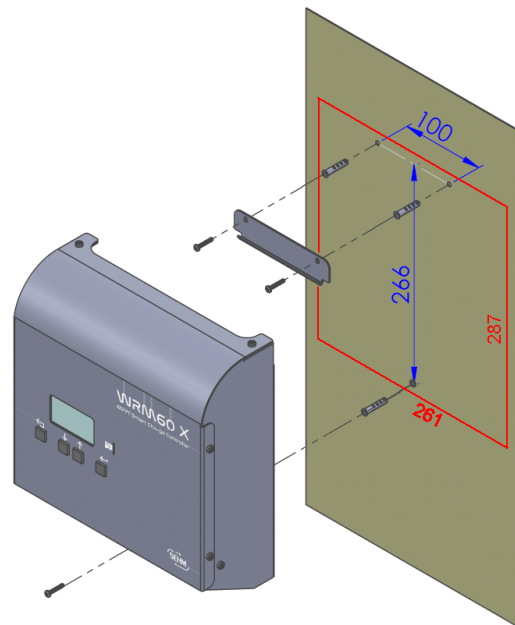

Fig.5 - Montaggio a parete
- Fissare a muro la staffa di supporto tramite i tasselli e le viti (forniti in dotazione); successivamente agganciare l'inverter tramite la piastra posta nella parte superiore dell'apparecchio. Infine, fissare il regolatore alla parete utilizzando il foro predisposto nella parte inferiore dell'apparecchio. Il tutto come indicato in Fig.5.